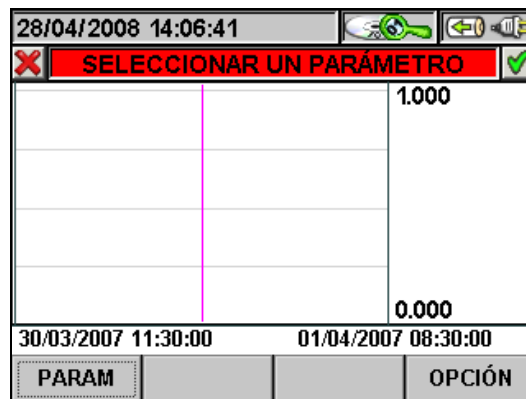

Fig. 89: Selección de un Parámetro
- La tecla **ESC** (o el icono para salir de la función y volver a la página “Selección de un Parámetro” (Fig. 89).
- La tecla **ESC** (o el icono ) para salir de la función y volver a la página "Selección de un Parámetro" (Fig. 89).
3. Pulse la tecla **ESC** (o el icono ) para salir de la función y volver a la página “Selección de un Parámetro” (Fig. 89).